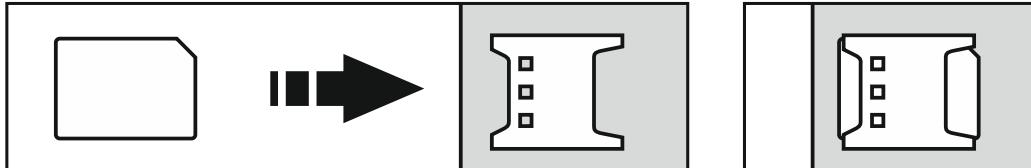

Рис. 6. Способ установки карты nano-SIM.
2. Установите SIM-карту / SIM-карты в слоты (рис. 6).